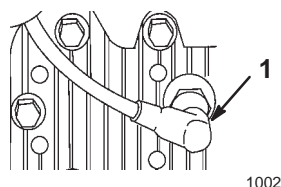

Figure 6
1. Débrancher la bougie (Fig. 6).